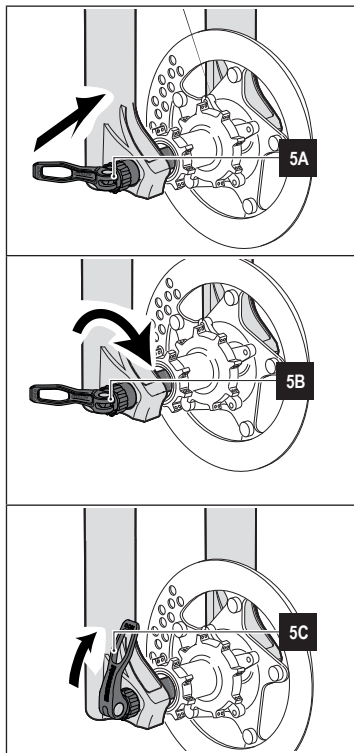

Figura 5 - Installazione ruota su forcelle con attacco ruota con perno a sgancio rapido
- Allineare il mozzo della ruota sui forcellini portaruota (vedi **5A** di **Figura 5**).
- Inserire il perno attraverso il piedino portaruota destro (vedi **5A** di **Figura 5**).
- Ruotare il perno in senso orario, (vedi **5B** di **figura 5**), fino a che non si incontra resistenza all'avvitamento.
- Orientare la leva di fissaggio nella direzione in cui si vorrà ottenere la chiusura ed agendo sulla leva stessa bloccare il perno (vedi **5C** di **figura 5**).
- Verificare che la leva dello sgancio sia in posizione tale da assicurare il corretto fissaggio del perno e che sia in posizione tale da non essere soggetta ad urti durante l'utilizzo (vedi **5C** di **figura 5**).